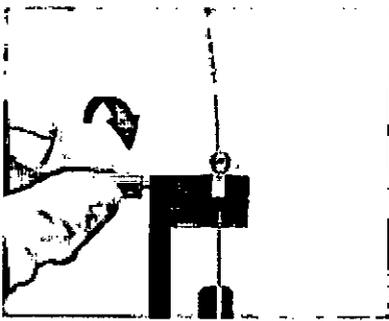

Figura 84
28. Asegure el adaptador del tope de profundidad (1,8 mm) en el soporte de guía. (Ver Figura 84)